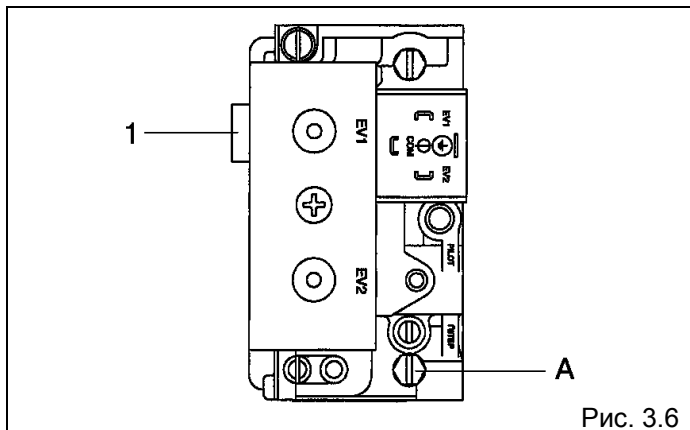

Рис. 3.6
- Закрутить до упора винт (1) регулятора давления (рис. 3.6)
- Открутить примерно на 3 оборота винт на штуцере замера давления (A) и подсоединить манометр (рис. 3.6)